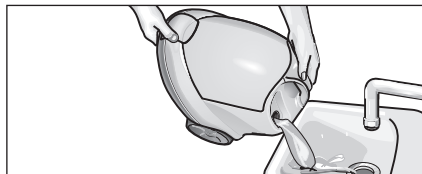

Fig.12: Pulizia della caldaia
- Riempire la caldaia con acqua e scuoterla energeticamente (in modo tale che si stacchino i residui di calcare che si sono depositati sul fondo della caldaia). Infine vuotare l'acqua, capovolgendo l'apparecchio verso l'angolo con l'imbuto di riempimento (si veda fig. 12).
- Vuotare completamente dalla caldaia l'acqua residua (Fig. 12).